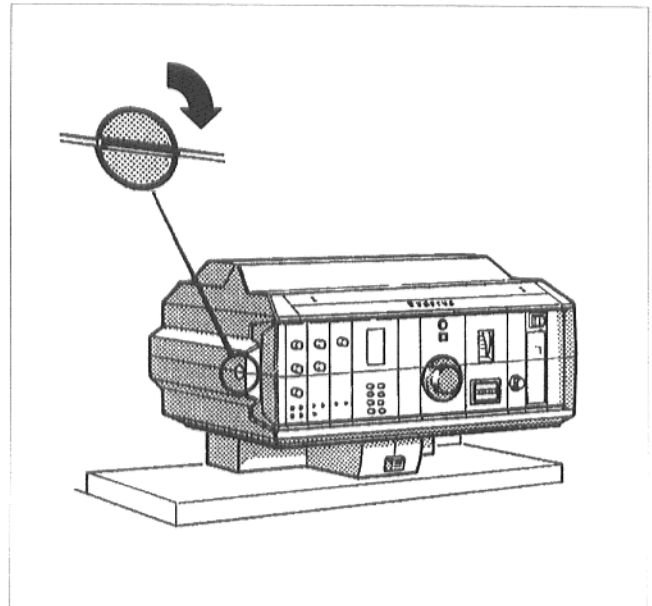

fig. 1
- Poner en posición horizontal la ranura de tornillo de la cubierta transparente del aparato de regulación (fig. 1), p. ej. con una moneda. Retirar la cubierta transparente hacia delante.